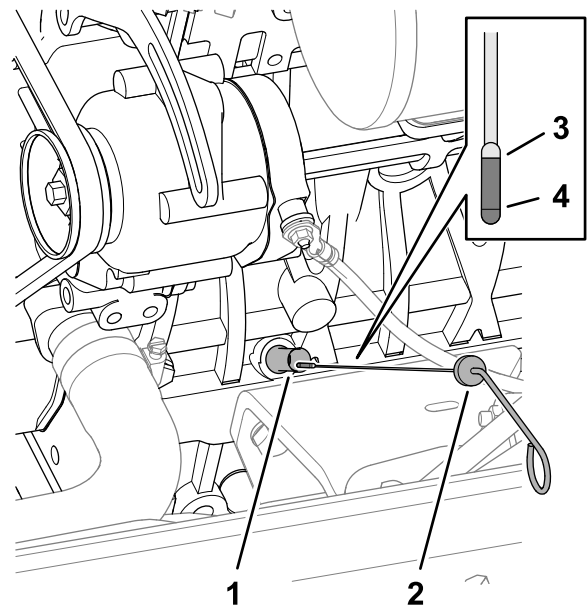

Figura 78
3. En el lado derecho del motor, retire la varilla del tubo de la varilla (Figura 78) y limpie la varilla con un trapo limpio.